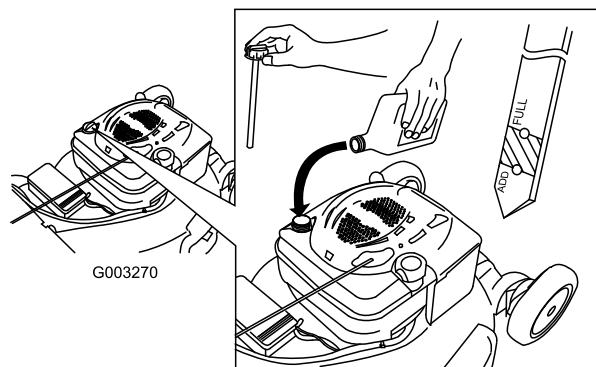

Figura 48
4. Versate **lentamente** l'olio nel tubo di riempimento finché non raggiunge il segno di pieno sull'asta (Figura 48). **Non riempite troppo.** (Riempimento massimo: 0,59 litri, tipo: olio detergente SAE 30W con service classification API SF, SG, SH, SJ, SL o superiore.)